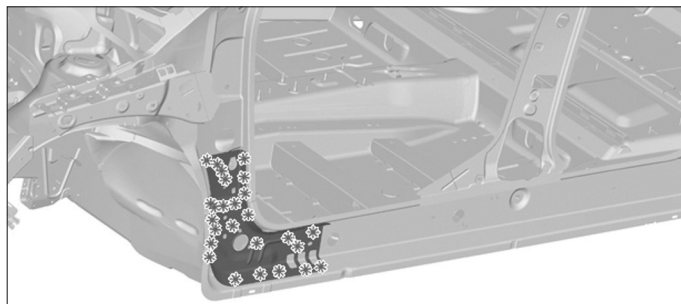

FIG. 117
- Fraiser les points de soudure (Fig.117).